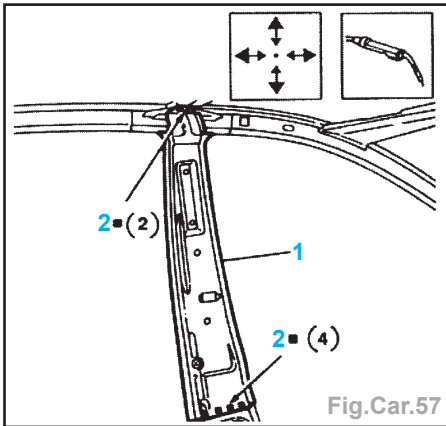

Fig.Car.57
- de remplissage (2) (Fig.Car.57),